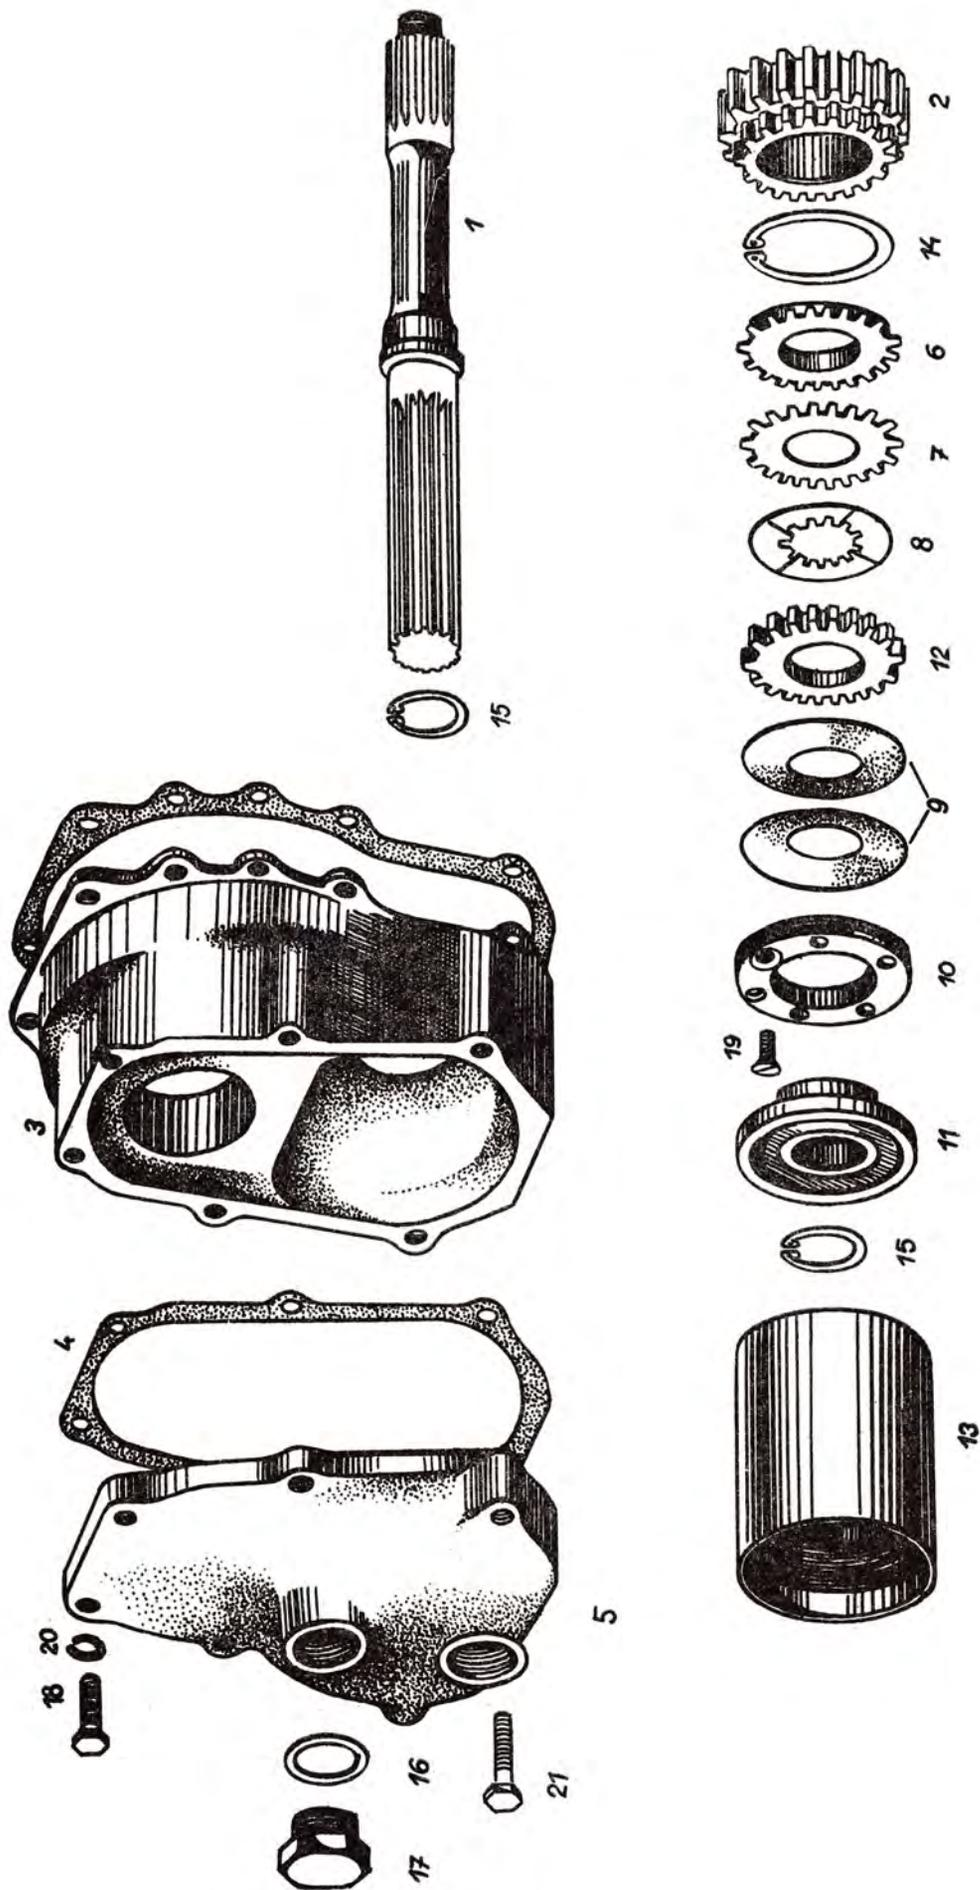

Abb. 165
2. Der Sicherungsring 35 (Abb. 165/15) ist von der Antriebswelle abzunehmen.
2. Aus der Antriebstrommel (Abb. 165/13) ist der Deckel (Abb. 165/11) herauszunehmen.
3. Die Schraube M 6×12 ist zu lockern und die Mutter (Abb. 165/10) auszuschrauben.
4. Aus der Antriebstrommel sind zu entfernen: vier Federn (9), eine Verschlusslamelle (12), elf Aussenlamellen (7), zehn Innenlamellen (8) und eine Ausgleichlamelle (16).
8. Die Schraube M 6×12 an der Mutter ist zu lockern und durch Lockern oder Festziehen der Mutter (Abb. 165/10) ist die Kupplung auf  $45 \pm 2$  kpm einzustellen.